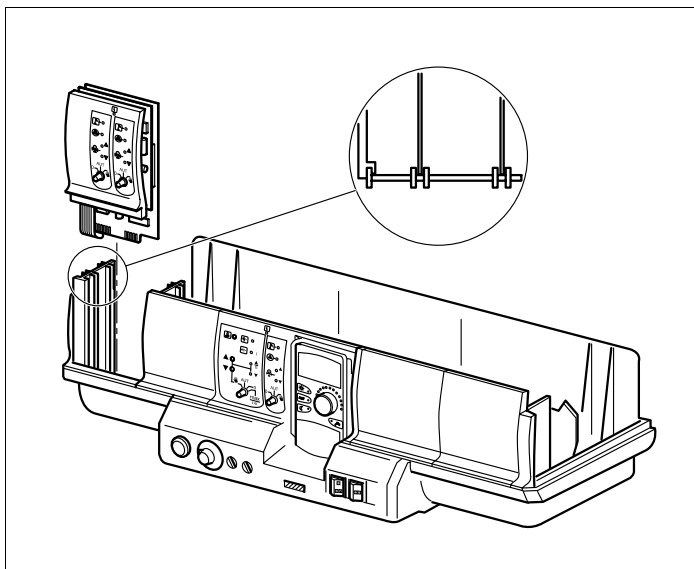

Fig. 19 Montering hhv. demontering av modul
- Fjern blindplaten fra modulplass 1 (fig. 19) i kontrollpanelet.
- Ved å trykke på følerlisten skyves den nye modulen inn i den ledige modulplassen ovenfra (fig. 19) til modulen smetter merkbart på plass.